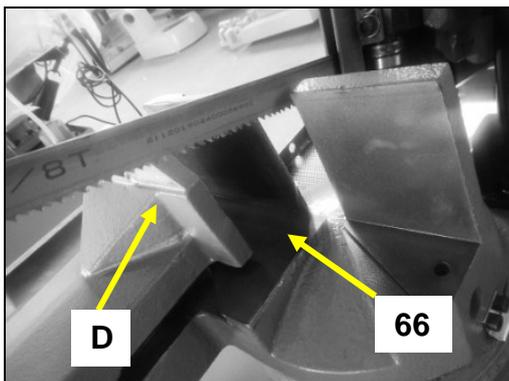

Fig 41
- Placez la pièce à usiner contre le mors fixe de l'étau et positionnez-le bien à plat sur la base (66) (Fig 41).